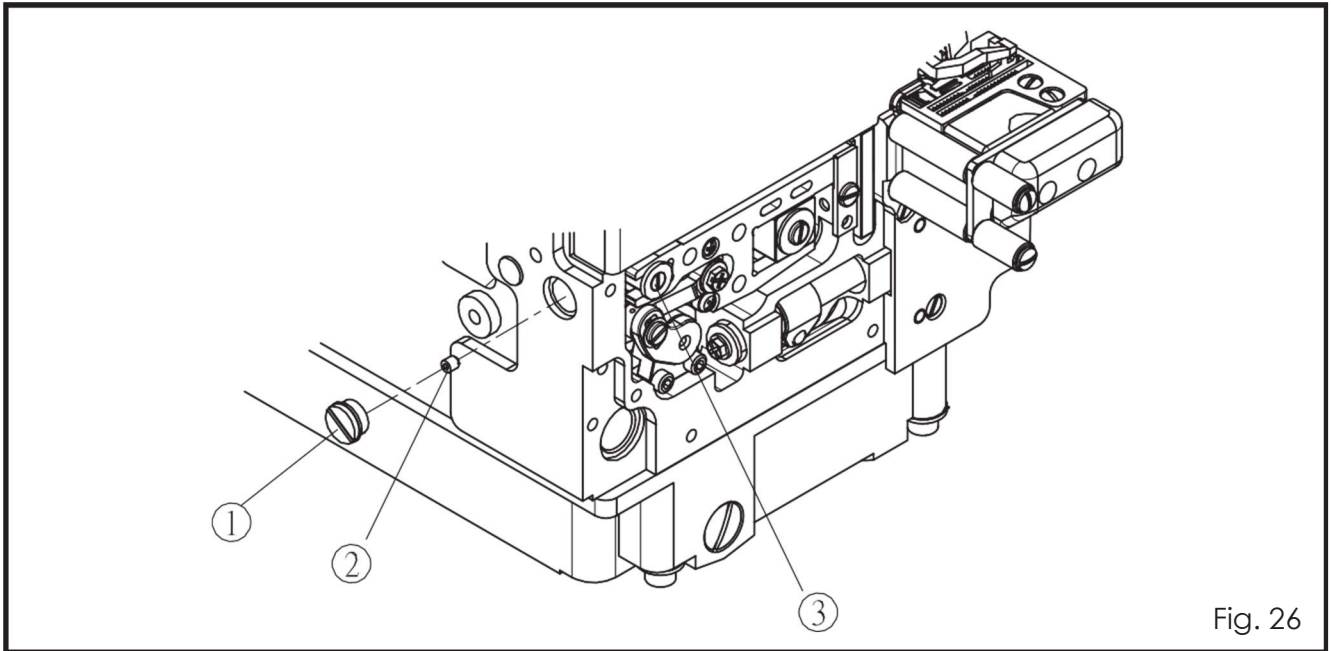

Fig. 26
(1) Quando aumentar a barra de alimentação para seu ponto mais alto, o lado do dente de alimentação deve ser inclinado da frente para trás.
(2) Solte o parafuso ①②, gire o parafuso ③ para ajustar. Faça o lado do dente de alimentação e então aperte o parafuso. ①②. (Fig.26)